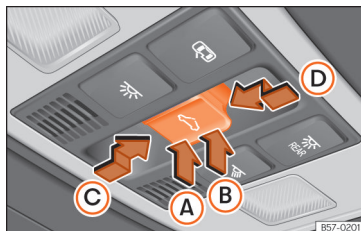

Abb. 148 Im Dachhimmel: Bedienelement für Panorama-Schiebedach.
Die Taste **Abb. 148** hat zwei Stufen. In der ersten Stufe kann das Glasdach ausge-
- *Glasdach*: 5 Sekunden ab der Aktivierung des Einklemmschutzes verstreichen, drücken Sie die Taste  »» Abb. 148 bis zur zweiten Stufe in Pfeilrichtung »» Abb. 148 (D) bis das Dach vollständig schließt.